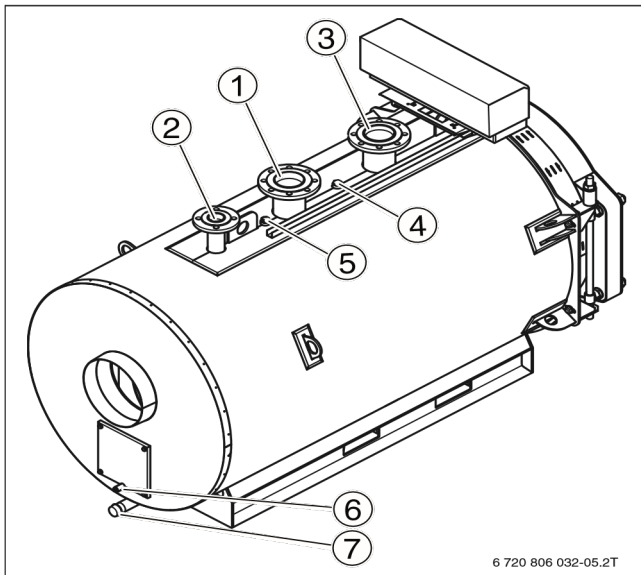
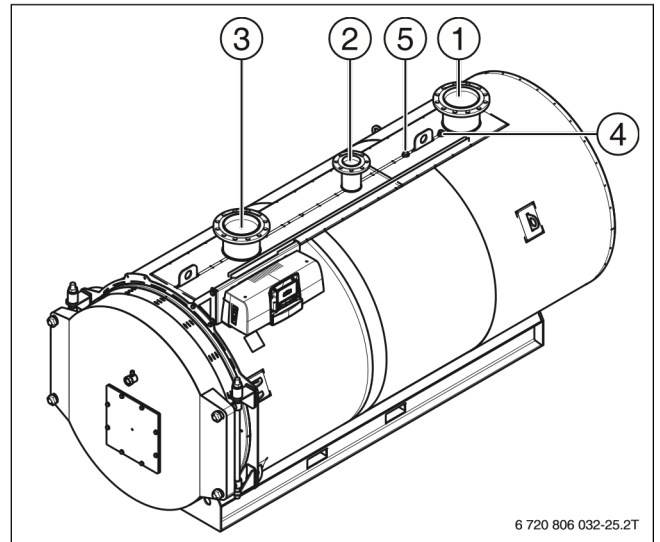

Рисунок 12 Котёл SK120 - 820 кВт (слева = задняя сторона котла)
Рисунок 13 Котёл SK 1040 - 1850 кВт (слева = передняя сторона котла)
- Подсоедините обратную линию системы отопления к месту её подключения на котле (→Рисунок 12, стр. 22 и Рисунок 13, стр. 22, [3]).
- Подсоедините подающую линию системы отопления к месту её подключения на отопительном котле (→Рисунок 12, стр. 22 и Рисунок 13, стр. 22, [1]).
- Закрепите предохранительный клапан четырьмя болтами на подключении подающей предохранительной линии VSL (→ Рисунок 12 и Рисунок 13 [2]).
Точка замеров находится сверху на корпусе котла (→Рисунок 12, стр. 22 и Рисунок 13, стр. 22)